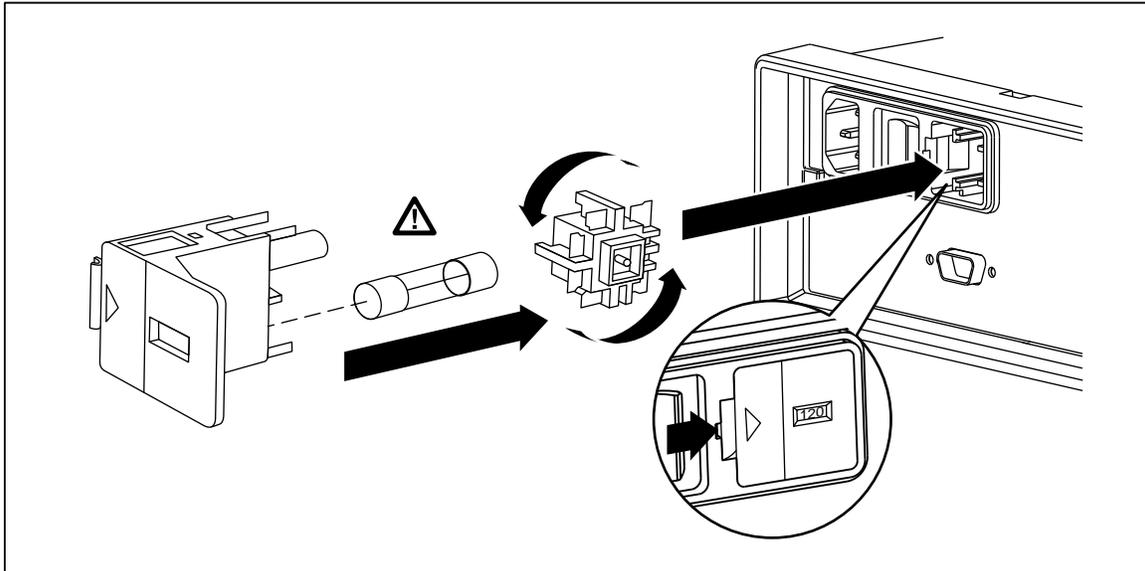

Figura 2-1. Reemplazo del fusible de potencia de línea
2. Inserte la hoja de un destornillador pequeño en la muesca angosta a la izquierda del portafusibles y apalanque hacia la derecha hasta quitar el portafusibles. Vea la figura 2-1